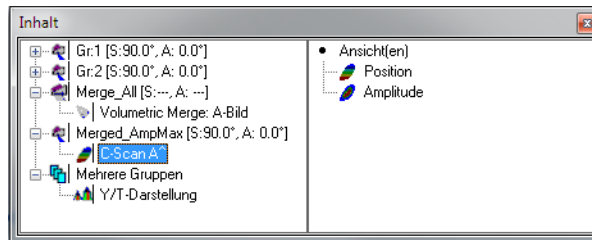

Abbildung 7-28 Erstellte zusammengelegte C-Bild-Gruppe (Beispiel)
5. So wird eine zusammengefügte Gruppe angezeigt (siehe Abbildung 7-28 auf Seite 388):